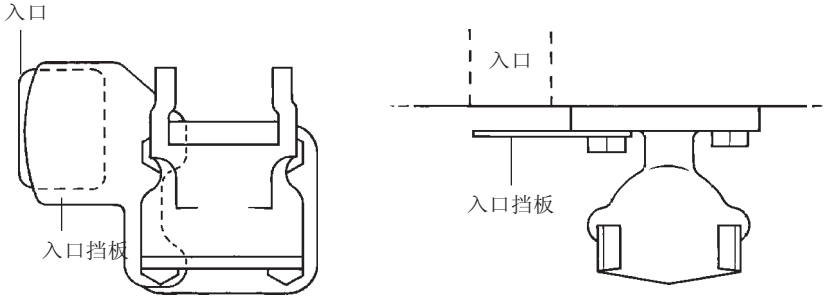

图10
- 安装新垫圈(6)和主阀组件(5)，包括隔板（见16页图10、11）。